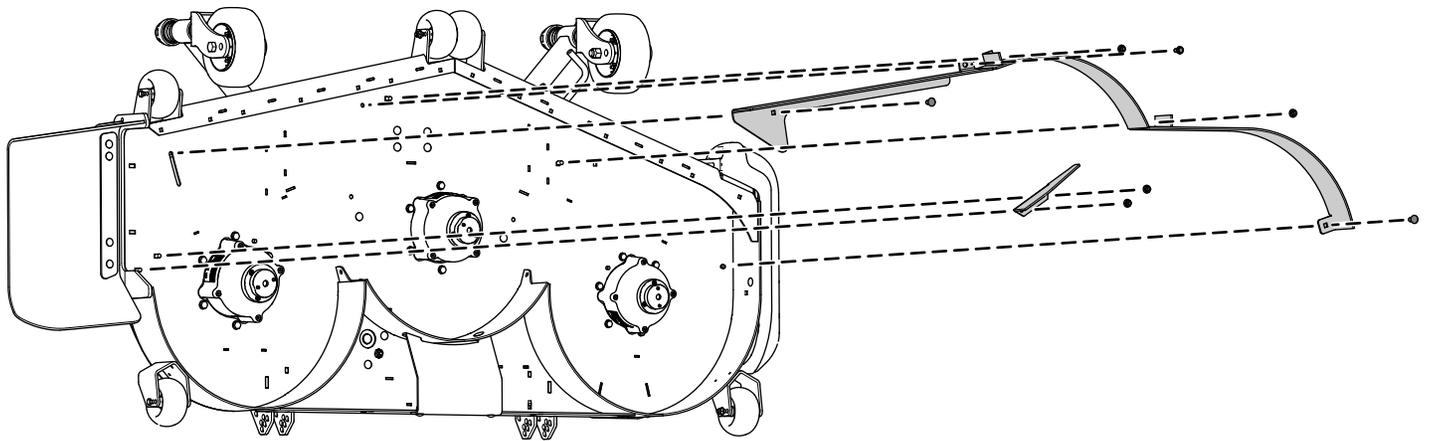

図 2
1. バッフルを固定しているフランジナット2個を外す 図 2。
2. 可変フローバッフルからボルト2本とナット2個を取り外す 図 2。
3. バッフルを固定しているボルト3つとフランジナット3個を取り外す 図 2。